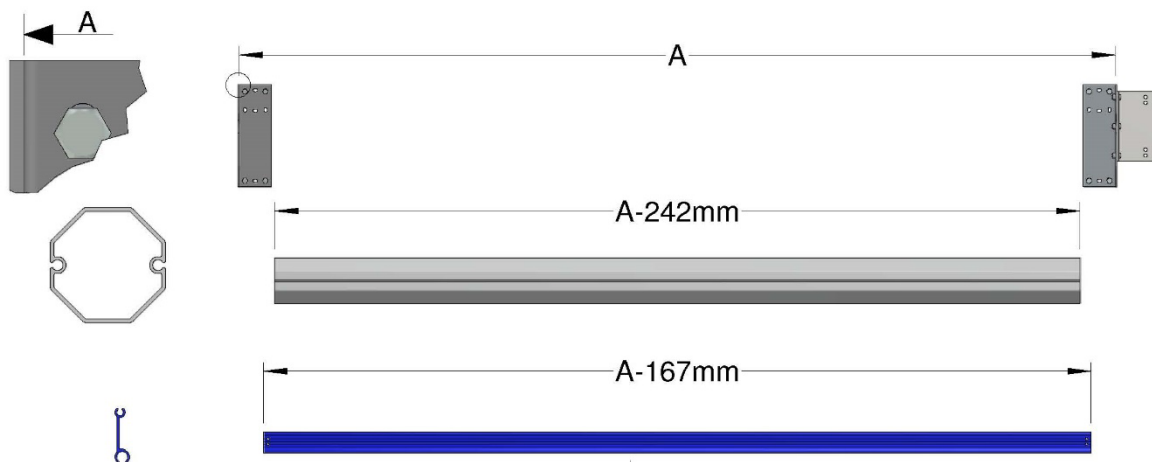

Abbildung 5a: Standardzuschmittlängen für Rohre und Stangen
3a. Wenn das Tor zugeschnitten werden muss, messen Sie zunächst die lichte Weite zwischen den Innenflächen der oberen Halterungen (A) entsprechend den nachfolgenden Regeln (Abbildung 5a). Die untere Kappe und das untere Rohr werden zum jetzigen Zeitpunkt noch nicht geschnitten.